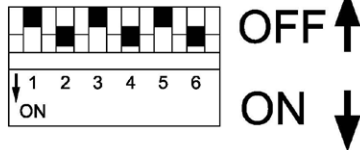

Abbildung 8 Schalter
3. Feld S1 für die Auswahl der Ladespannung, der Ladezeitbegrenzung und des Stromversorgungsmodus (siehe auch Abbildung 8 Schalter, Seite 5).